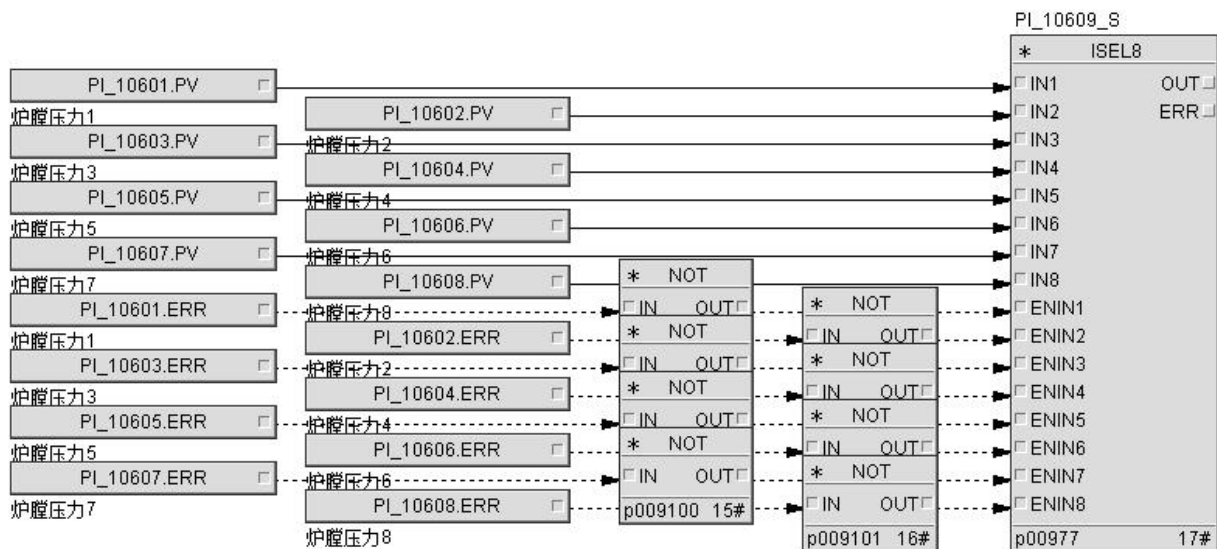

图 1.6.1. 多路输入信号选择功能块程序搭建
可采用输入信号选择功能块（ISEL8），监控中可通过其面板操作，实现对多路（最多 8 个）模拟量信号的选择输出，根据参数 OPSEL 和 MODE 的值确定输出值。程序搭建如图 1.6.1 所示：
- 将 AI 输入的故障状态信号(ERR)分别取反后再连线到对应的使能参数(ENIN1~ENIN8)，就可实现对故障 AI 输入信号的自动剔除，即如图 1.6.1。